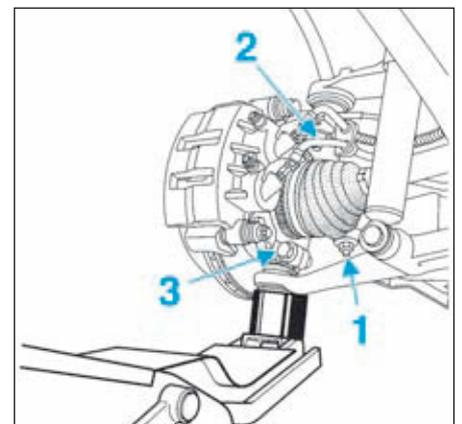

FIG.4
- les fixations des rotules de la biellette de direction (1) et des bras supérieur (2) et inférieur (3) (Fig.4).